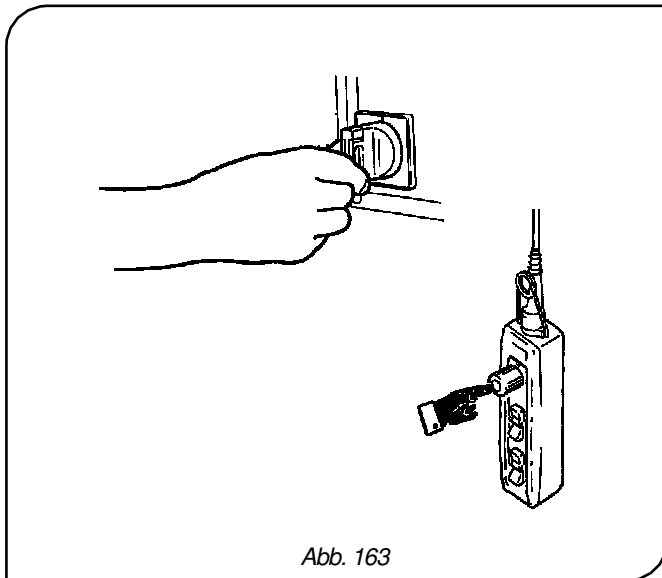

Abb. 163
- Unterbrechen Sie die Betriebsspannung der Katze, indem Sie den Not-Aus-Taster **-1-** drücken und den Hauptschalter auf "O" oder "OFF" stellen. Begeben Sie sich unter den nötigen Sicherheitsvorkehrungen in den Arbeitsbereich und bewahren Sie die Druckknopfplatte in der Höhe auf, um zu vermeiden, dass sie vom Boden aus betätigt werden kann (Abb. 163).